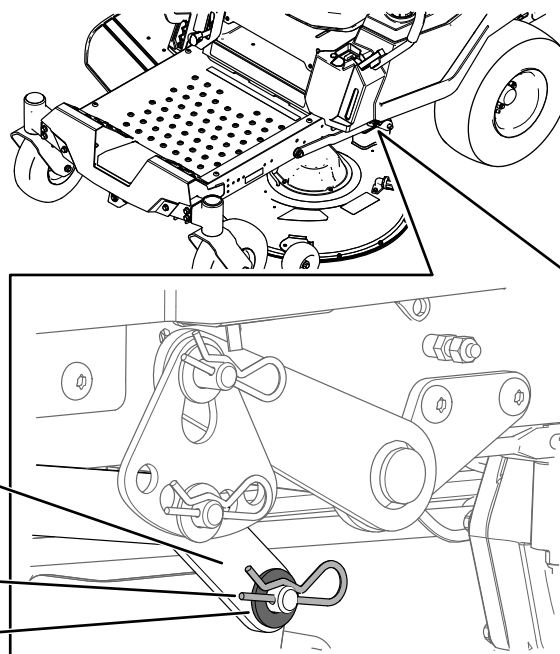

Figura 73
7. Su 1 lato della macchina, togliete la rondella e la coppiglia dal perno del piatto di taglio (Figura 73).
8. Togliete il braccio di sollevamento dal perno del piatto di taglio (Figura 73).
5. Su 1 lato della macchina, sollevate la parte posteriore del piatto di taglio e installate il braccio di sollevamento sul perno del piatto di taglio (Figura 73).
6. Installate il braccio di sollevamento utilizzando la rondella e la coppiglia (Figura 73).